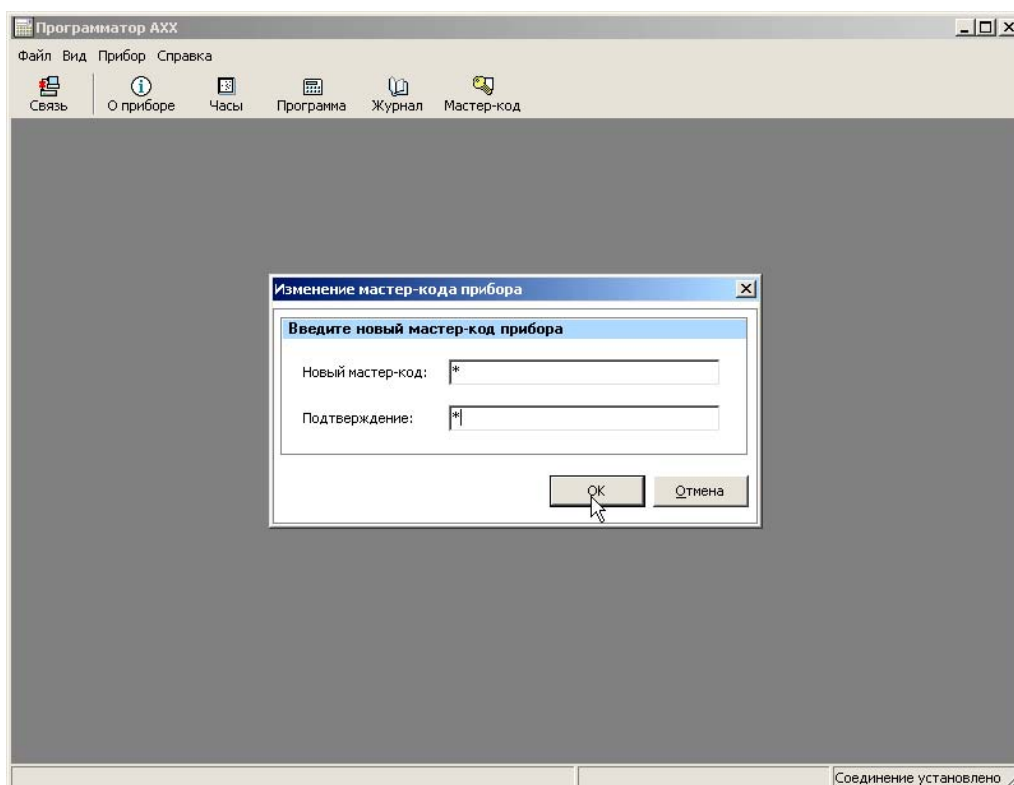

Рисунок 10 – Смена текущего Мастер-кода устройства на новый Мастер-код
2.3.1.6 Сервисная иконка «Мастер-код». Кликнув на иконку «Мастер-код», возможно произвести смену текущего Мастер-кода на новый, рисунок 10;